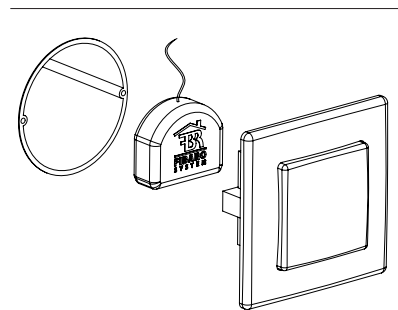

Figure 3 Installation du Fibaro Roller Shutter dans une boîte d'interrupteur mural
- Installez l'antenne (suivant les schémas ci-dessous, Figure 3).